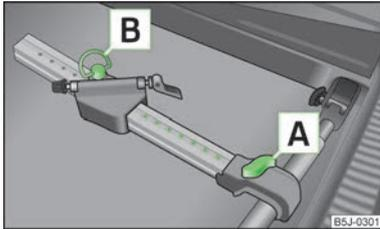

Abb. 54
- Die Schraube **A** » Abb. 54 etwas herausziehen und den Längsträger (Alu-Teil) zum Querträger schieben, bis die Fassung einrastet.
- Die Schraube **A** » Abb. 54 auf Seite 60 lösen und den Fahrradträger zusammen mit dem befestigten Fahrrad nach links schieben, sodass es zwischen dem Lenker und dem Seitenfenster des Gepäckraums zu keiner Kollision kommen kann.